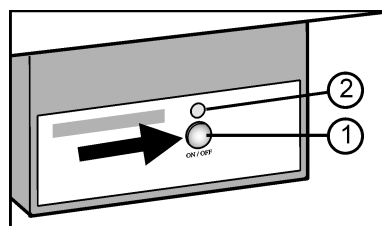

Fig. 19
- ▶ Appuyer sur la touche On/Off Fig. 19 (1) afin que la DEL Fig. 19 (2) s'allume.